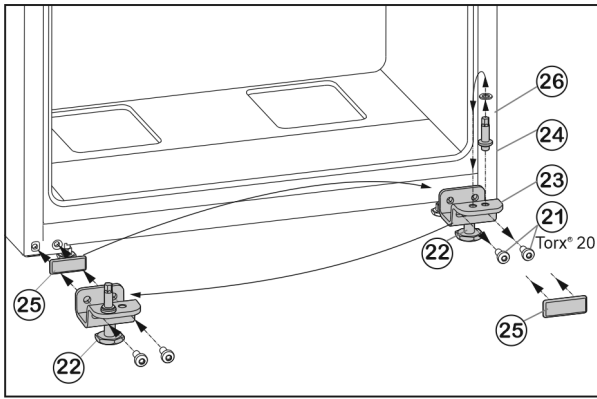

Fig. 7
- ▶ Upevňovací šrouby Fig. 7 (21) odšroubujte.
- ▶ Vyjměte spodní stojan ložiska Fig. 7 (23) i s ložiskovým čepem Fig. 7 (24), podložkou Fig. 7 (26) a seřizovací nožkou Fig. 7 (22).
- ▶ Ložiskový čep Fig. 7 (24) kompletně odšroubujte i s podložkou Fig. 7 (26), přemístěte do protilehlého upínacího otvoru stojanu ložiska a opět přišroubujte.
- ▶ Krycí desku Fig. 7 (25) opatrně sejměte a přemístěte ji na protější stranu.
- ▶ Dolní stojan ložiska Fig. 7 (23) opět kompletně, i s ložiskovým čepem Fig. 7 (24), podložkou Fig. 7 (26) a seřizovací nožkou Fig. 7 (22), případně s pomocí akumulátorového šroubováku **silou (4 Nm)** našroubujte na nové straně závěsu dveří.
- ▶ Dveře nasadíte shora na ložiskový čep Fig. 7 (24).
- ▶ Seřizovací nožku Fig. 7 (22) na spodním stojanu ložiska Fig. 7 (23) vytáčíte, až dosedne na zem.